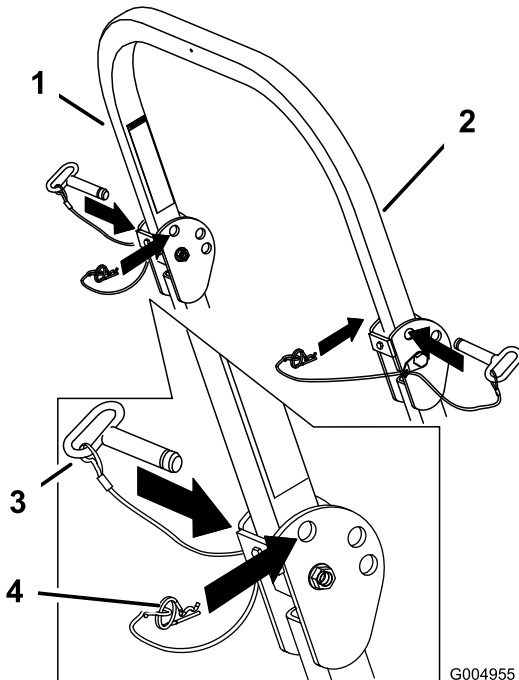

Figura 9
1. Retire las chavetas y retire los dos pasadores (Figura 9).
3. Instale los dos pasadores y sujételos con las chavetas (Figura 9).
2. Eleve la barra antivuelco a la posición vertical, instale los dos pasadores y sujételos con las chavetas (Figura 9).